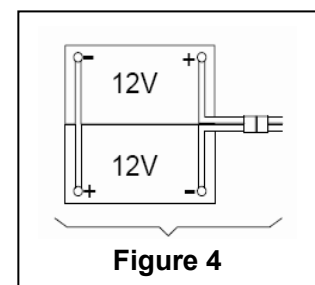

Figure 4
Cette machine nécessite deux (2) batteries 12 V. Veuillez les brancher comme indiqué sur la Figure 4 à droite.